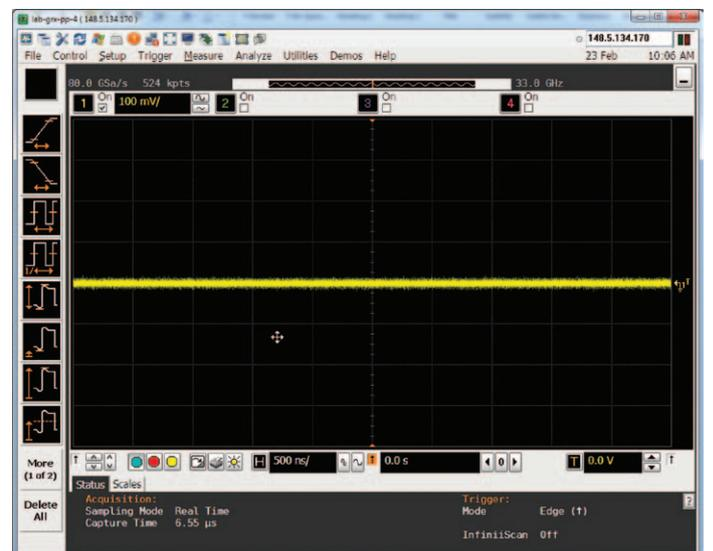

図2. この例でのサンプリングレートは80 GSa/sです。
5. タイムスケールを500 ns/divに変更します。各ベンダーによって異なることに注意してください。サンプリングレートが一定に保たれていることを確認してください(図2)。